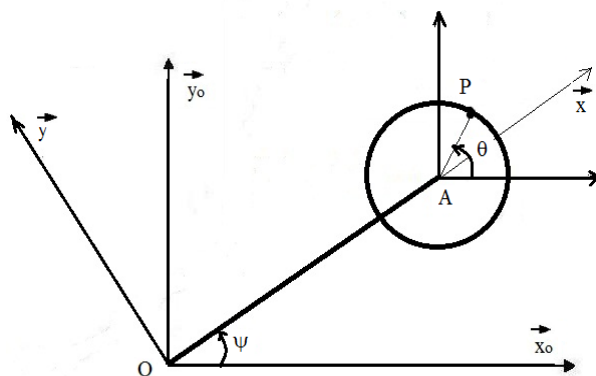

Fig.1
- b) La liaison entre le disque et la tige permet au disque d'effectuer une rotation autour de l'axe $(A, \vec{z})$ (fig.1).